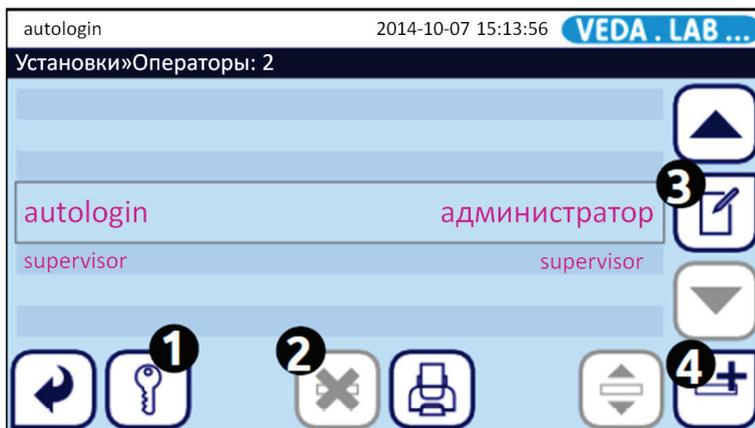
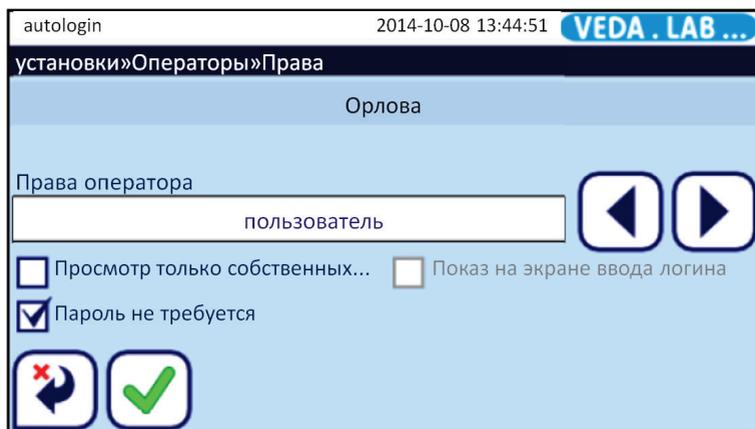

Рис. 52: Меню **Настройки>Операторы (Settings>Operators)** с отмеченными функциональными кнопками.
Рис. 53: Меню **Настройки>Права оператора (Settings>Operators>Rights)**. Слева указаны доступные категории операторов, и доступа к учетной записи оператора справа.
1 Коснитесь кнопки **Добавить (Add)** в меню **Настройки>Операторы (Settings>Operators)** (4 на Рис. 52), и в появившемся на дисплее меню введите имя пользователя для нового оператора.
2 Коснитесь кнопки **Следующее (Next)** для входа в меню **Настройки>Операторы>Права (Settings>Operators>Rights)** (см. Рис. 53) и коснитесь кнопки **Права оператора (Operator rights)** с колонкой выбора категории для новой учетной записи.
- Для удаления оператора коснитесь кнопки **Удалить** (2 на Рис. 52);
- Для отключения аккаунта оператора коснитесь кнопки **Редактировать** (3 на Рис. 52), затем выберите опцию **Отключить (Disabled)** в меню **Настройки> Операторы>Права (Settings>Operators>Rights)** (отмечено оранжевым прямоугольником на Рис. 53).